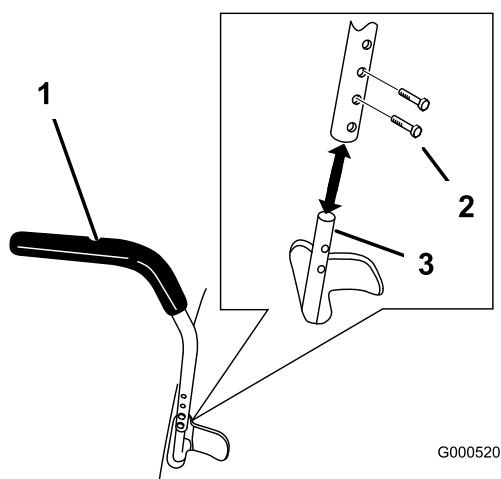

Figura 21
1. Togliete i due bulloni che fissano la leva di comando all'albero del braccio di controllo (Figura 21).
2. Spostate la leva di comando nella serie di fori successiva. Fissate la leva con i due bulloni (Figura 21)